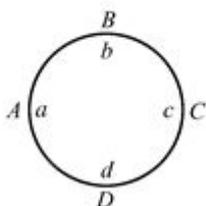

图 A-11
18.联轴器找中心时，根据测量结果，记录在如图 A-11 中，由此求出中心偏差值，